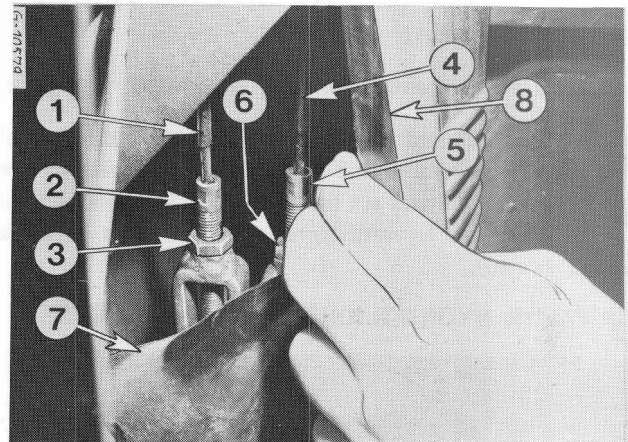

Figure 91
Otez le conduit d'admission d'air gauche (7) Fig. 91 du carter du volant et d'embrayage moteur. Tournez le refroidisseur latéral (8) et le conduit d'admission d'air vers l'avant jusqu'à ce que vous puissiez atteindre le contre-écrou (6) de la manille de réglage (5) avec une clé.
Pour régler l'embrayage de prise de force desserrez le contre-écrou (3) Fig. 91.